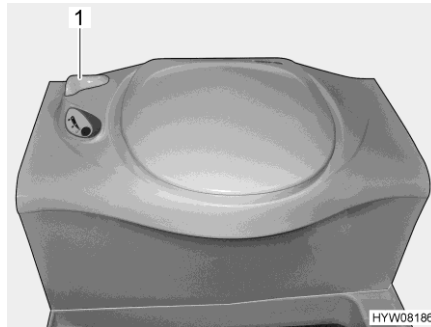

Fig. 285 Inodoro Thetford
- Antes del lavado, abrir la corredera del inodoro Thetford. Para ello, girar la palanca de corredera (Fig. 285,1) en sentido contrario a las agujas del reloj.
- Tras el lavado, cerrar la corredera. Para ello, girar la palanca de corredera (Fig. 285,1) en sentido de las agujas del reloj.